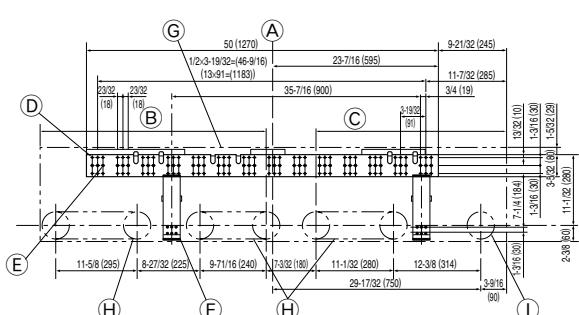

Fig. 3-6
■ PKFY-P18/P24/P30NFMU-E (Fig. 3-6)